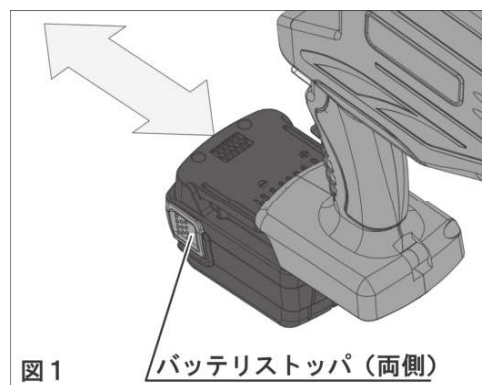

図1
- 2 装着時は本機の溝に合わせながらスライドさせ「カチッ」と音がするまで挿入してください（図1）